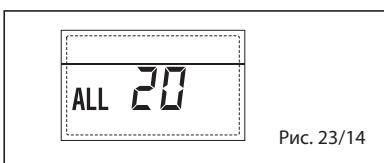

Рис. 23/14
– **СБОЙ ДАТЧИКА КОЛЛЕКТОРА СОЛНЕЧНОЙ ЭНЕРГИИ (S1) «ALL 24» (рис. 23/18)**